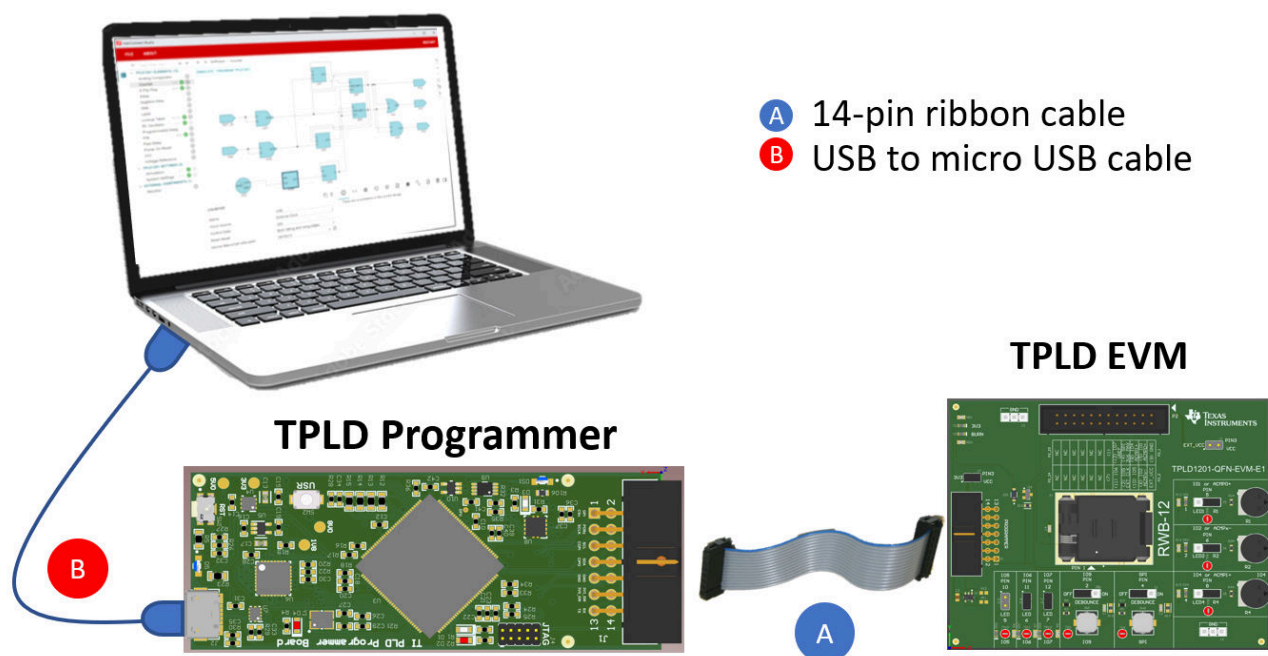

图 3-1. 连接 TPLD EVM 和编程器
1. 使用提供的 USB 电缆将编程器板连接到运行 InterConnect Studio 的计算机。确保 TPLD-PROGRAM 和计算机之间连接良好，即 TPLD-PROGRAM 上的两个蓝色 LED 都亮起。图 3-1 中显示了一个完全连接的 EVM 示例。